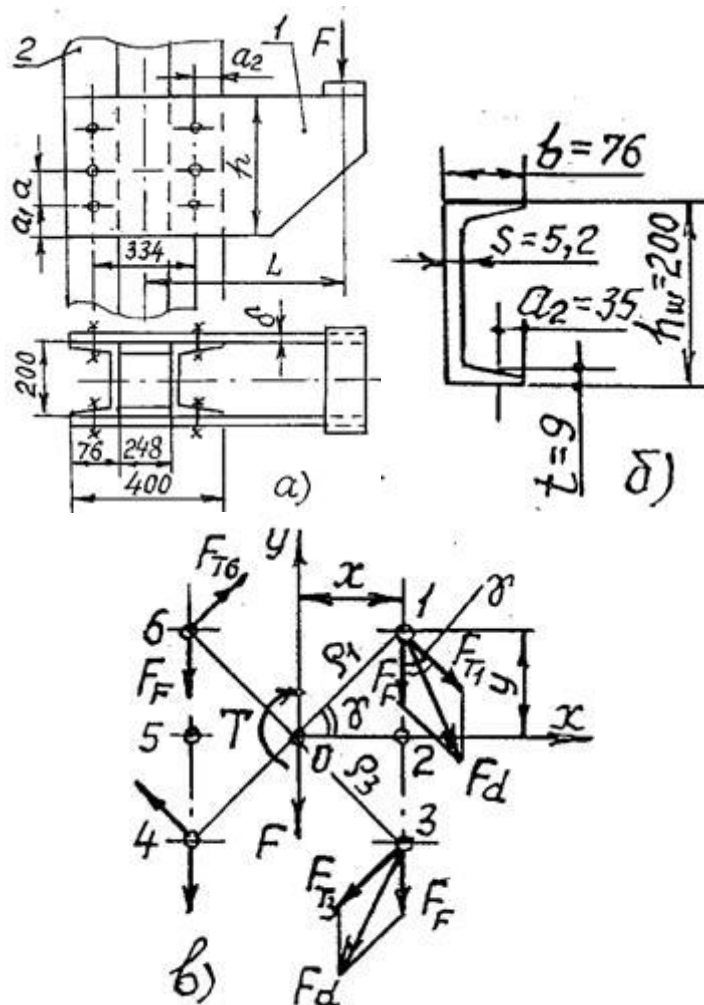

Рис.55
Рассчитать болты без зазора крепления кронштейна I (рис.55, а) к колонне 2, состоящей из двух швеллеров 20, по следующим данным: сила $F = 32$ кН; вылет консоли $L = 1$ м; толщина листа кронштейна $\delta = 12$ мм; число болтов в одном вертикальном ряду $z = 3$ (всего болтов в четырех рядах
12). Размеры конструкции приведены на рис.55, а; размеры сечения швеллера 20 – на рис.55, б, где размер $a_1 = 4\delta$.
3. На соединение (с одной стороны кронштейна) действуют вращающий момент $T = M = 16000$ Нм и сдвигающая сила $F = 16$ кН, приложенные в центре масс О (рис.55, в) в плоскости стыка. Силы, распределенные по болтам, показаны на рис.55, в. Наиболее нагруженными из условия симметрии являются болты 1 и 3.
где (рис.55, а, б) $\chi = 200 - a_2 = 200 - 35 = 165$ мм.